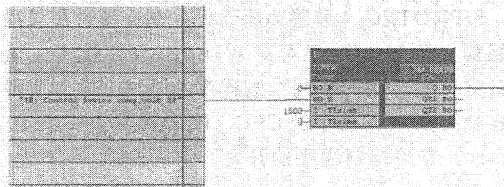

图6 Timer1 CFC图形编程
(6)打开Timer1 CFC。在该CFC中只安排了1个Timer块, 如图6。这里设定定时时间为1500ms, 当有输入信号进入, 延时1.5s后, 从BO4输出控制信号。Comp.volt信号输入到Timer块的S端, 1.5s的定时信号从T1设置, 最后信号从Q端输出。